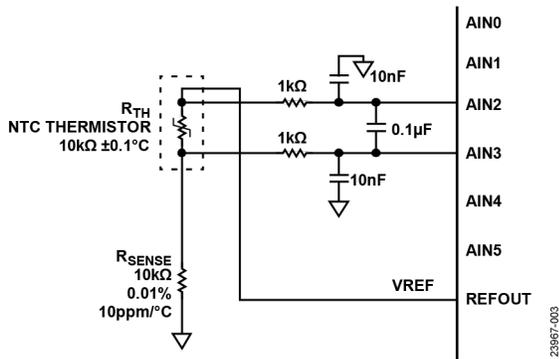

图3. 10 kΩ NTC 热敏电阻模拟输入配置
图3显示了NTC热敏电阻与AD7124-4/AD7124-8接口的配置。NTC热敏电阻的两条引线分别连接到AIN2和AIN3引脚。REFOUT也连接到AIN2和NTC热敏电阻，以为热敏电阻提供恒定的激励电压。R_{SENSE}与NTC热敏电阻串联，并以地为基准，形成一个分压电路。然后，使用该测得的电压，来计算流经R_{SENSE}的电流，此电流与流经R_{TH}的电流相同。因此，R_{TH}值也可以确定。
对于图3所示热敏电阻电路，我们采集了AD7124-4/AD7124-8在不同数字滤波器和功耗模式配置下获得的数据，即sinc⁴滤波器工作在全功率模式，后置滤波器工作在低功耗模式，如“数字和模拟滤波”部分所述。
- 如演示模式所示，连接热敏电阻和精密基准电阻（见图3）。